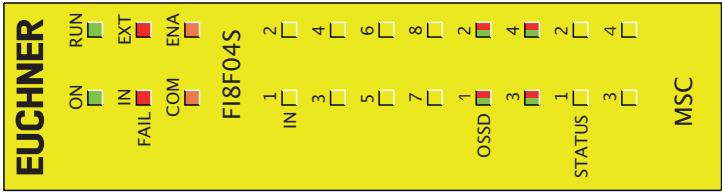

Fig. 19: FI8FO4S
8.3.4. Módulo FI8FO4S (Fig. 19)